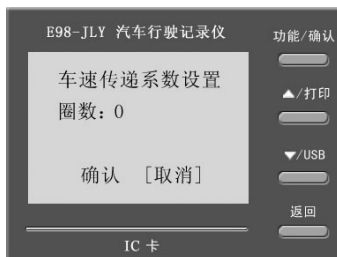

图 5
- 1) 按“▲”或“▼”键选择查看车速传递系数，即车辆行驶每公里里程时驱动速度传感器的转速(r/km)。(如图 5、6、7、8)